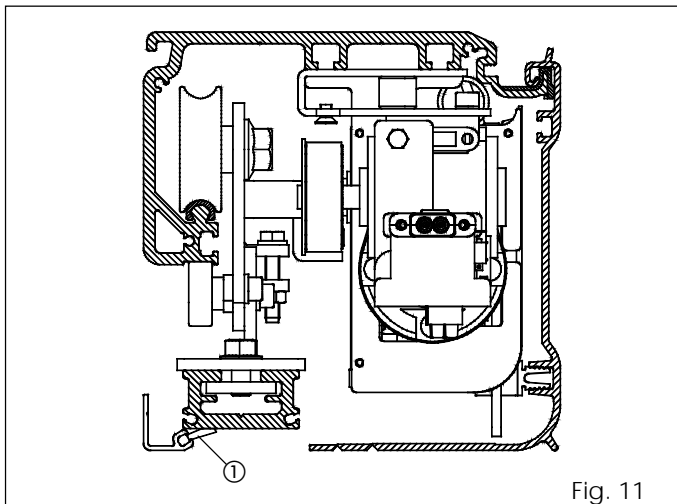

Fig. 11
ATENCIÓN : Introduzca el cepillo (acesorio fig. 11 ref. ①) en el perfil de cierre antes del montaje.